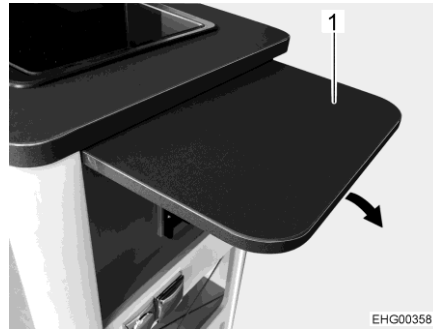
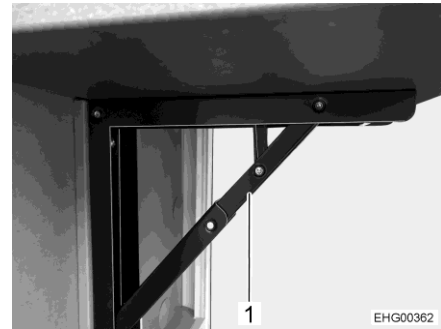

Bild 40 Klappbord till köksbänk
Bild 41 Hållare
- Fäll upp bänkskivan (Bild 40,1), tills hållaren (Bild 41,1) hakar i.
- Fäll in hållaren (Bild 41,1) och fäll ner bänkskivan (Bild 40,1).